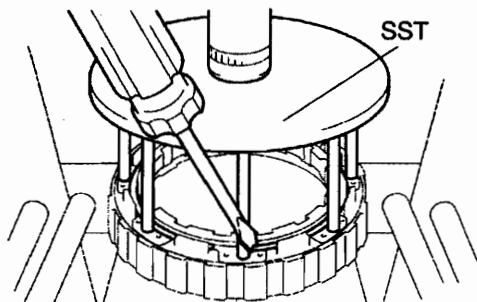

图 12-1-26
(37) 拆下 2 号制动活塞。
①如图 12-1-26 所示, 用 SST 和压头拆下卡环。